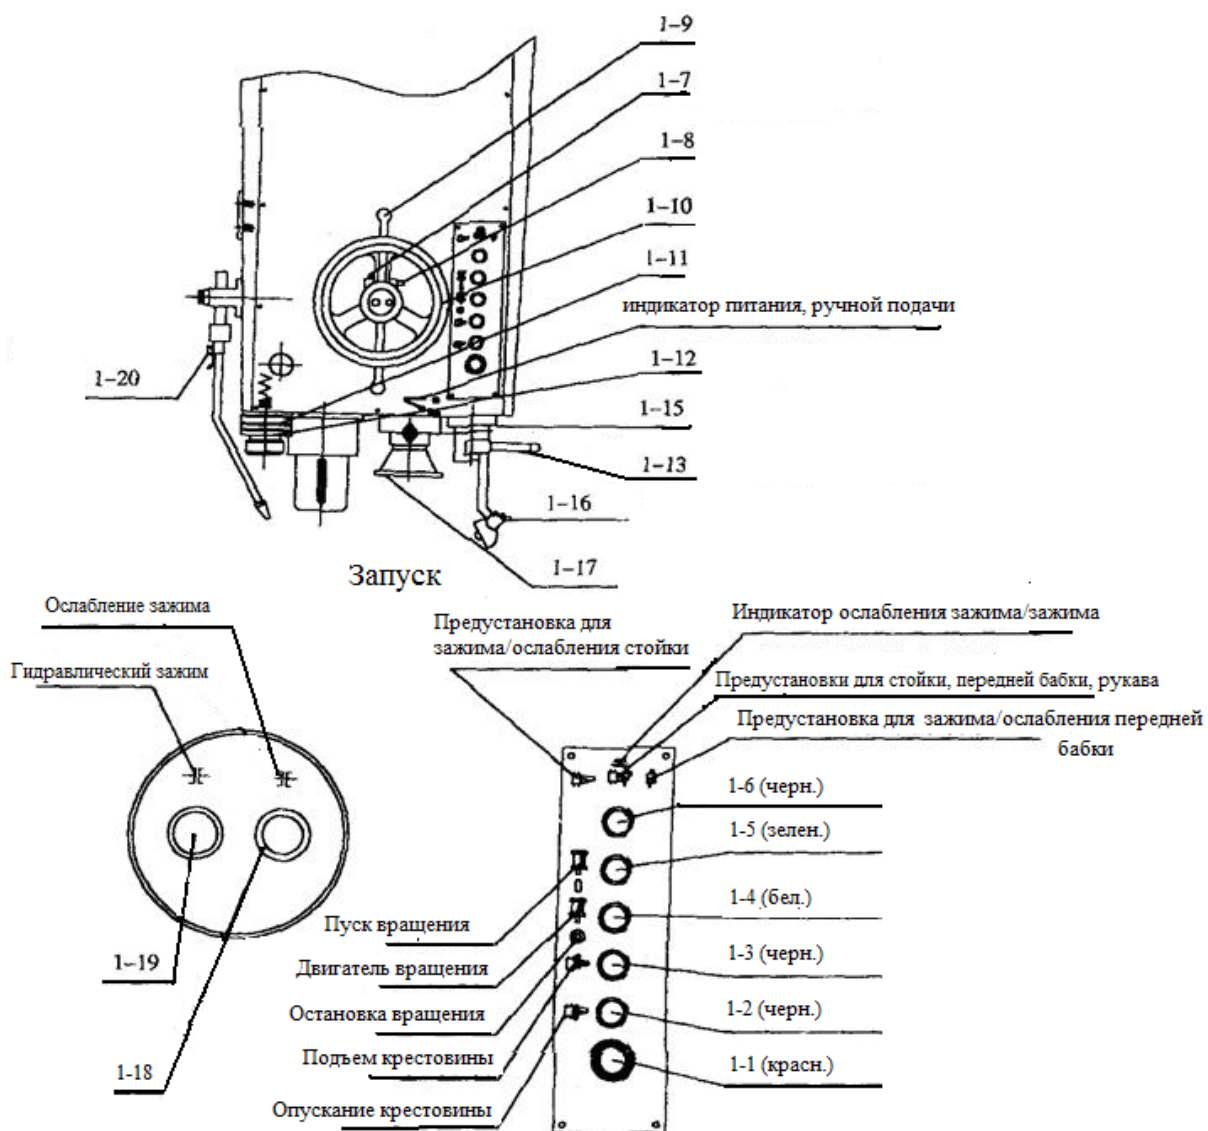
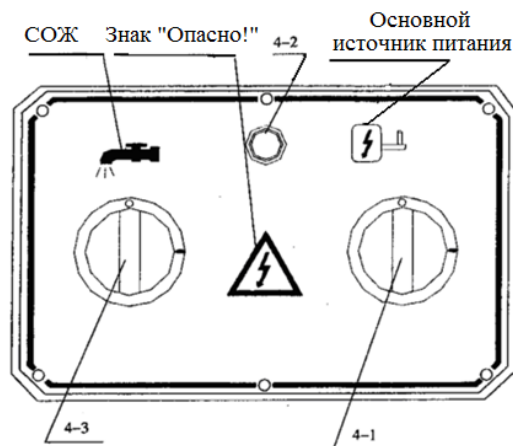

Рис. 3.1
Рис. 4.4
2.4.8 Проверьте последовательность фаз (Рис. 3.1): нажмите кнопку 1-18, проверьте ослаблена ли передняя бабка (или нажмите
2.4.9 Нажмите кнопку опускания 1-2 (Рис. 3.1), опустите рукав на 10 мм, удалите антикоррозийную смазку с верхней части стойки. Снова поднимите рукав на 10 мм, удалите антикоррозийную смазку снизу стойки, повторяйте до полной очистки от масла. Нажмите кнопку, чтобы ослабить переднюю бабку, поверните маховик перемещения 1-10, переместите переднюю бабку к левому краю, удалите антикоррозийную смазку с направляющей, вновь установите и закрепите переднюю бабку.
3.1.4 Передняя бабка (см. Рис. 3.1)
Перечень рукоятей управления (см. Рис. 3.1)
3.1.5 Поднимите и зафиксируйте рукав: Подъем рукава осуществляется за счет подъемного двигателя, шарико-винтовая передача и гайка для подъема рычага (см. Рис. 3.1 панель передней бабки). Имеется контргайка на гайке подъема, которая предотвращает внезапное падение рукава. Гидравлическое давление обеспечивает зажим рукава ромбовидным блоком. Ромбовидный блок фиксируется после зажатия. Рукав автоматически фиксируется после окончания подъема или опускания, которые контролируются электрическим переключателем на гидроцилиндре.
Гидравлическое давление обеспечивает зажим передней бабки и стойки ромбовидным блоком. Зажим может выполнять эти два действия одновременно и по отдельности. (Кнопка 1-6 на панели передней бабки), среднее положение – жесткий зажим, левое положение – ослабить зажим только стойки, правое положение – ослабить зажим только передней бабки. (кнопка 1-18, 1-19) (см. Рис. 3.1)
4.1.1 Откройте главный выключатель 4-1 на стойке, а затем нажмите кнопку пуска насоса охлаждающей жидкости 4-3 (рис. 4.4), и включите лампы (рис.3.1);
4.1.3 Установите рукав в нужное положение точно в соответствии с высотой заготовки. (кнопка 1-2,1-3) (рис.3.1, следующий за 4.8 такой же)
Нажмите переключатель 4-3 (см. Рис. 4.4) для пуска насоса охлаждающей жидкости, отрегулируйте поток ручкой 1-20 (см. Рис. 3.1). Внимание: Убедитесь, что сопло направлено на обрабатываемую заготовку.